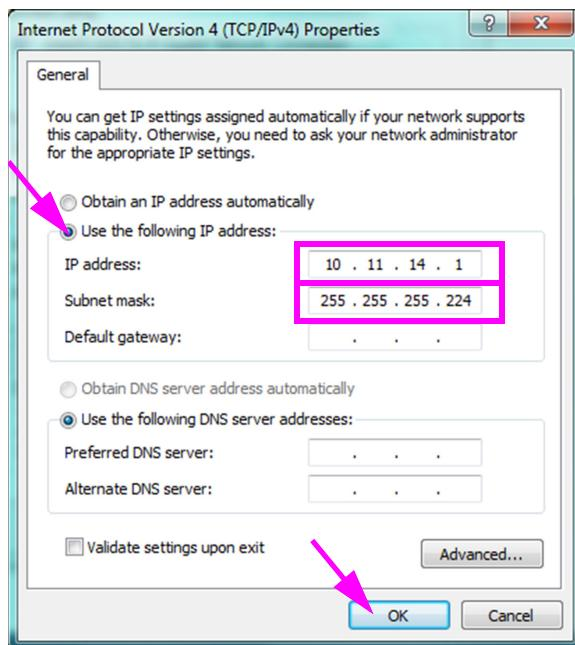

Figura 2-43. Schermata Internet Protocol Version 4 (TCP/IPv4) Properties [Proprietà protocollo Internet versione 4 (TCP/IPv4)]
9. In questa schermata, selezionare **Use the following IP address:** (Utilizza il seguente indirizzo IP). Vedere la Figura 2-43.